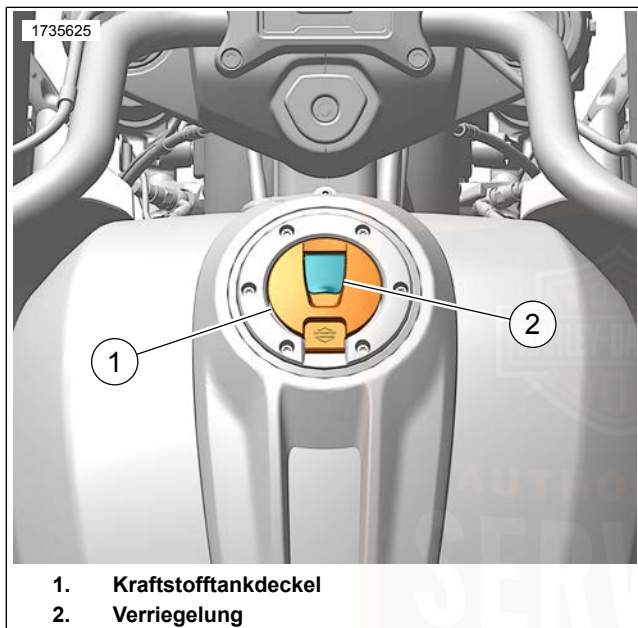

Abbildung 7. Anbringen/Abnehmen des Kraftstofftankdeckels: Bündige Befestigung
Öffnen: Siehe Abbildung 7. Die Verriegelung (2) hochziehen, um den Kraftstofftankdeckel (1) zu öffnen.